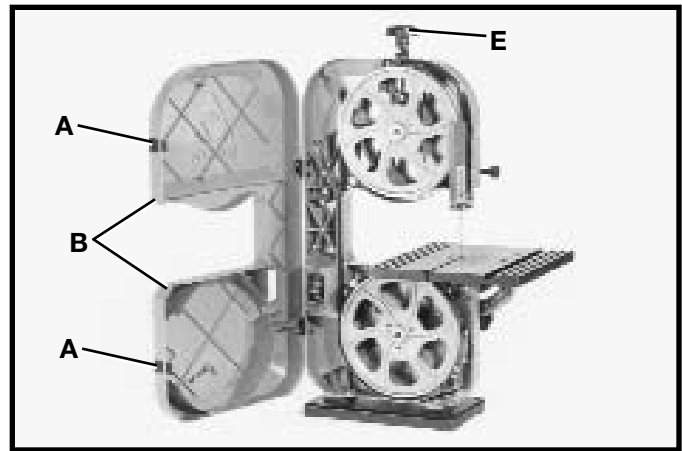

Fig. 34
1. Presione los pestillos de la puerta (A) Fig. 34 y abra la puerta (B) según lo ilustrado.
3. Suelte la tensión de la hoja de la sierra de cinta girando la perilla de tensión (E) Fig. 34 en el sentido opuesto de las agujas del reloj.
9. Cierre la puerta (B) Fig. 34 antes de poner la sierra en funcionamiento.